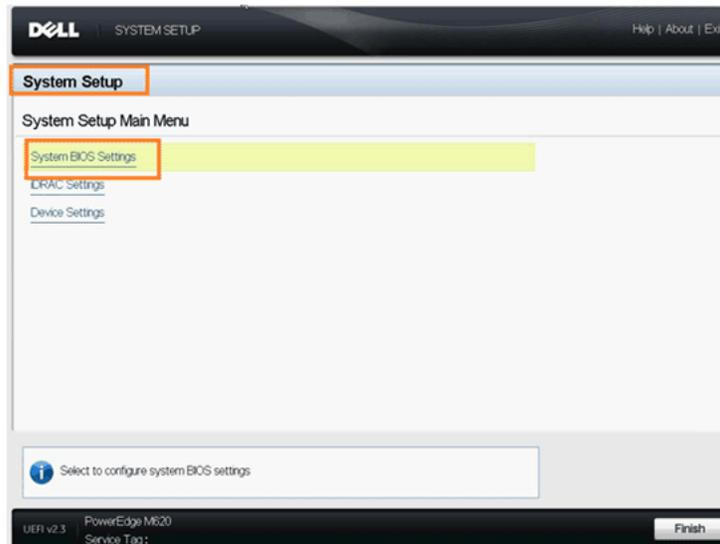

Figure 5-28. Installation de système Dell
11. Pendant le test POST, appuyez sur F2 pour entrer dans le menu Dell System Setup, comme indiqué à la Figure 5-28.